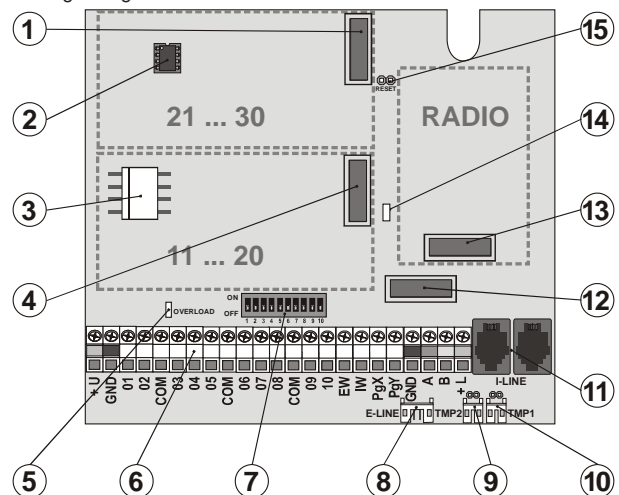

Bild 1 Grundplatte der Vermittlungsanlage
**1. Stecker für den zweiten Modul der Drahteingänge JA-82C** – bestimmt für den Modul der Eingänge mit der Adresse L21 bis L30. Für seine Funktion muss immer der erste Modul (Bild 1, Position 4).
**Beim Ansetzen von nur einem Modul JA-82C (Erweiterung auf zwanzig Eingänge) muss die Position 4 Modul benutzt werden** - siehe Bild 1.
Das Funkmodul JA-82R wird in die Position 13 siehe Bild 1 eingefügt. Die Antenne für das Modul ist in der Beipackung und wird durch das einschieben in die Fugen an den Seiten des Schrankes montiert siehe **Bild. 9**. Somit kommt es zum verbinden des Steckers der Antenne mit den Pins auf den Modul JA-82R. Durch das einlegen des Moduls ist es möglich in das System die drahtlosen Elemente zu lehren.